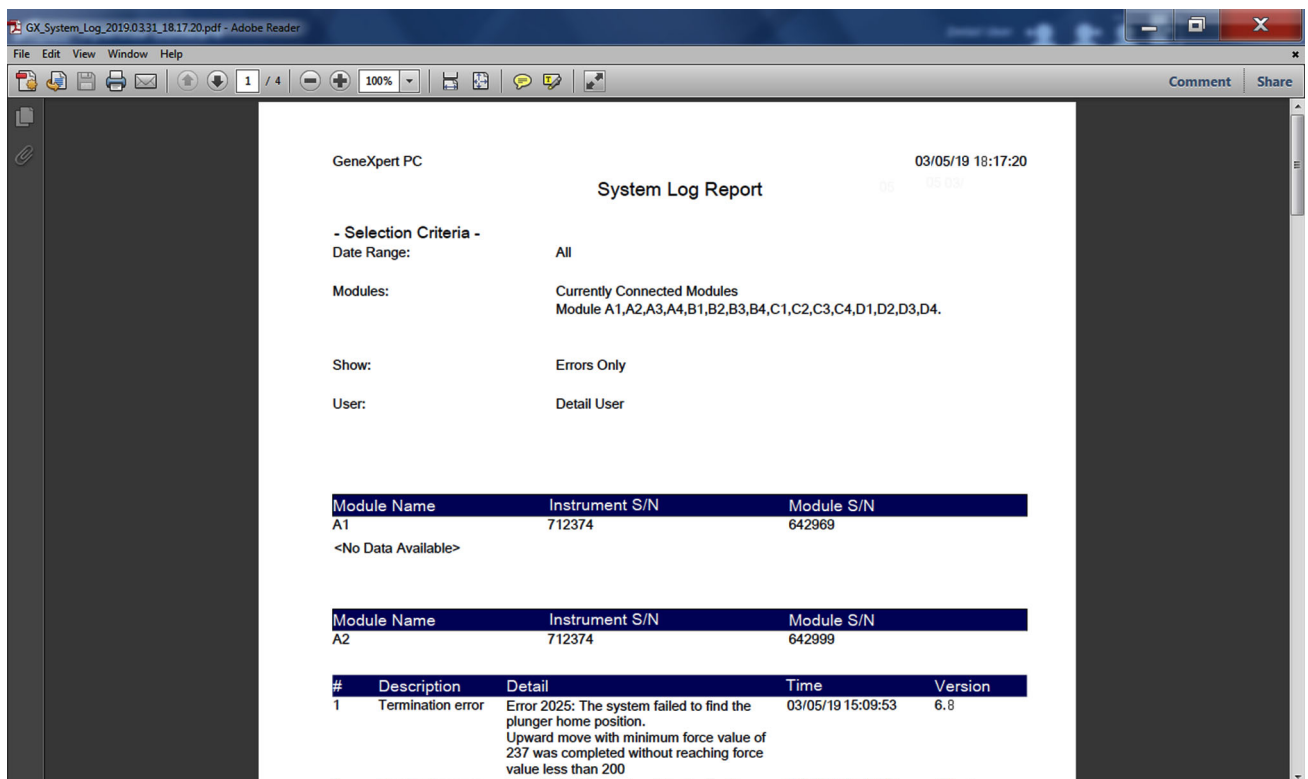

図 9-62. Adobe Reader で表示のシステムログレポート
- **PDF のプレビュー (PREVIEW PDF)** – PDF ファイルを作成し、Adobe Reader ウィンドウでファイルを表示します。Adobe Reader ウィンドウのソフトウェアからの PDF ファイルを保存および印刷することができます。図 9-62 を参照。